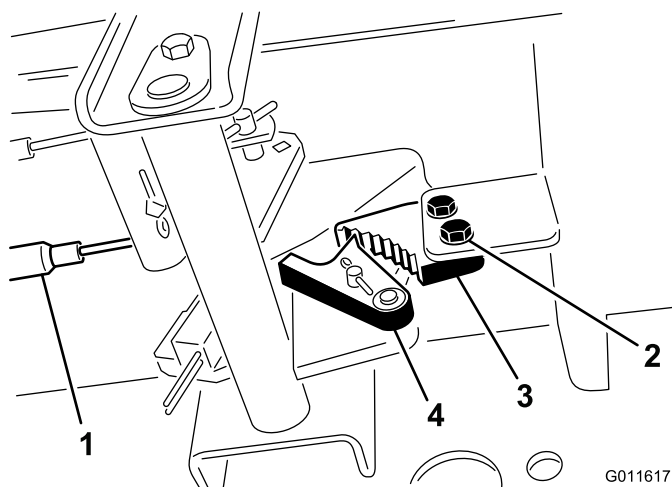

Figura 73
1. Solte os 2 parafusos que prendem a lingueta do travão de estacionamento à estrutura (Figura 73).
2. Carregue no pedal do travão para a frente até o detentor do estacionamento engatar completamente na lingueta do travão (Figura 73).